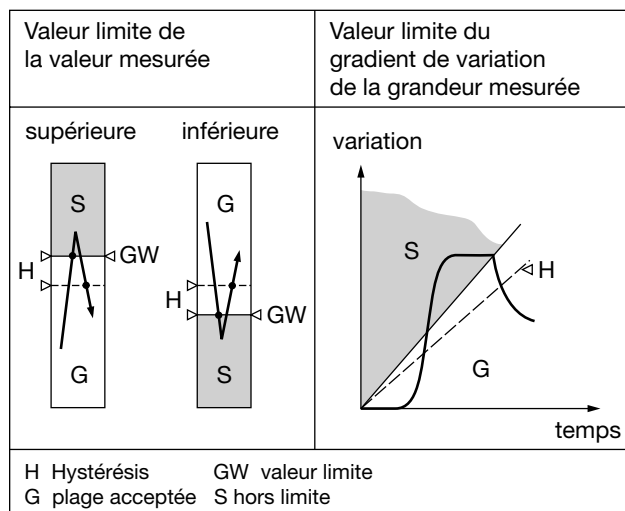

Fig. 3
– Pour surveiller une valeur haute ou basse de la grandeur mesurée située entre – 10 et + 110%² (voir fig. 3 à gauche)
entre ± 1 et $\pm 50\%/s$ (voir fig. 3 à droite)